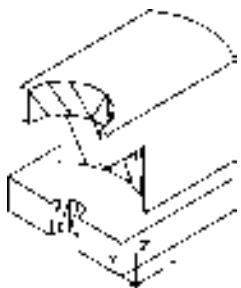

图 11-98 差集后的实体
12) 单击“建模”工具栏中的“差集”按钮 $\ominus$ ，将实体与三个圆柱进行差集运算。结果如图 11-98 所示。